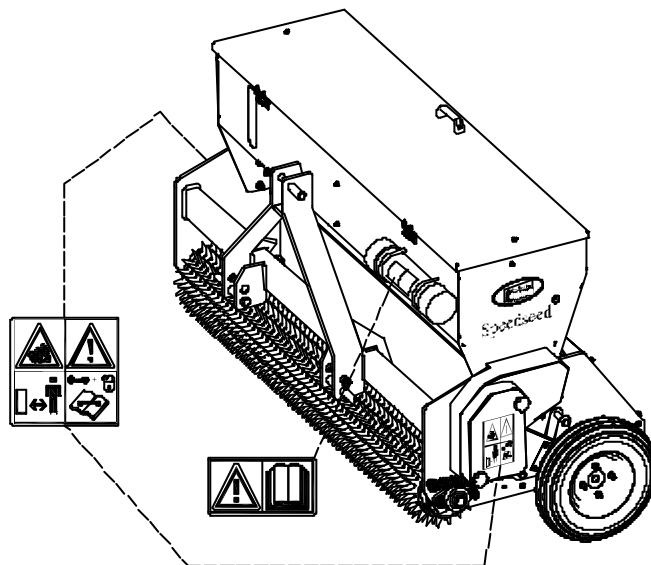

Fig. 5
(6) Emplacement des autocollants de sécurité. (Fig. 5)